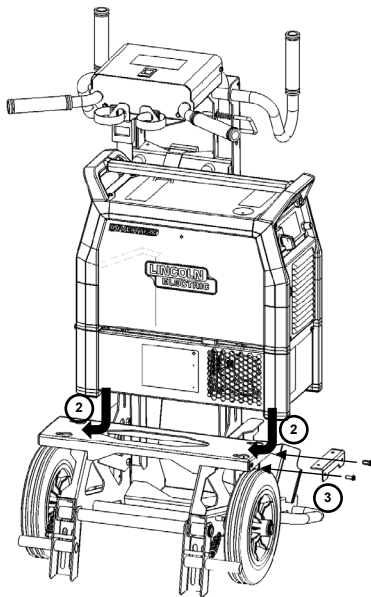

Figure 4
2. Faites glisser la source d'alimentation + refroidisseur dans les trous de la plaque (Figure 4).
3. Vissez le métal de blocage pour éviter tout mouvement de l'équipement complet (Figure 4).